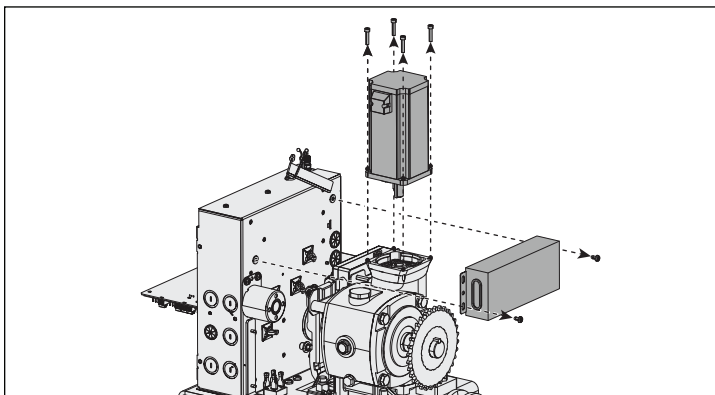
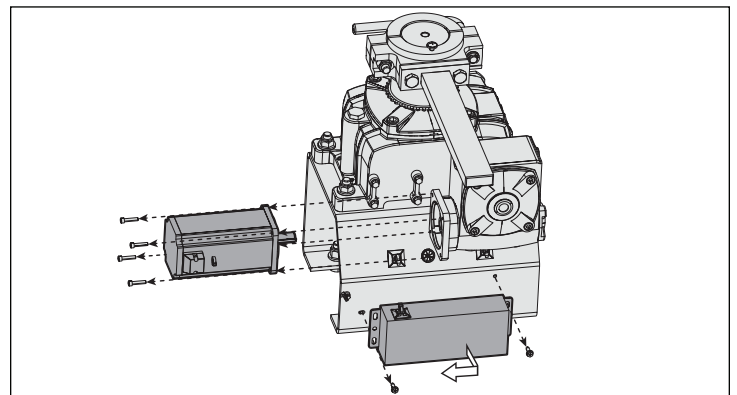

Fig. 3 - Retrait du moteur et de l'entraînement du moteur (Modèle HDSL24UL)
Fig. 4 - Retrait du moteur et de l'entraînement du moteur (Modèle HDSW24UL)
7. Enlever l'entraînement du moteur. Voir les fig. 3 (pour les modèles coulissants de service sévère) ou fig. 4 (pour les modèles pivotants de service sévère)